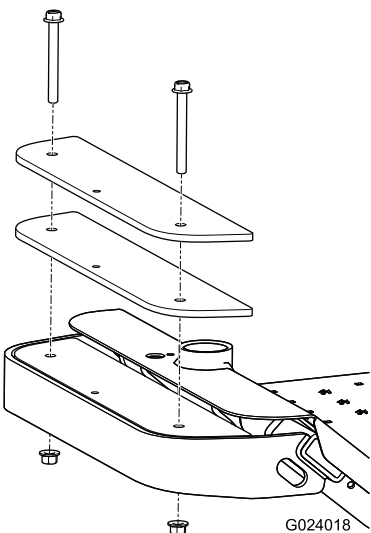

Figura 6
1. Rimuovete i due bulloni e i due dadi che fissano le zavorre già presenti sulla parte frontale della macchina (Figura 6).